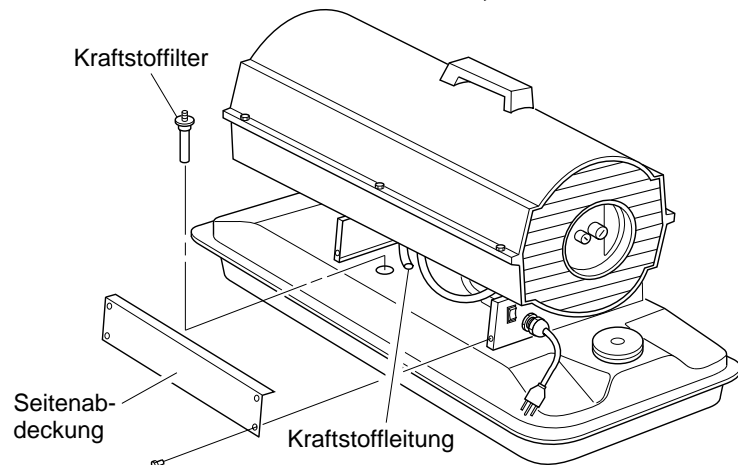

Abbildung 9 - Entfernen des Kraftstofffilters, B35CEH und B70CEH Modelle
3. Die vier Schrauben der Seitenabdeckung mit einem 5/16 Zoll Steckschlüssel und dann die Seitenabdeckung entfernen (siehe Abb. 9 oder 10 auf Seite 9).
12. Die Seitenabdeckung montieren (siehe Abb. 9 oder 10 auf Seite 9).